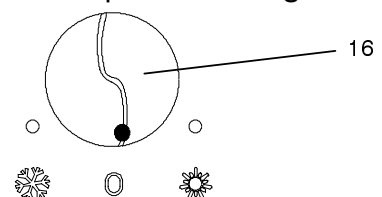

Fig. 2.9
Pour éteindre la chaudière, positionner le commutateur (16) comme indiqué dans la Fig. 2.9.